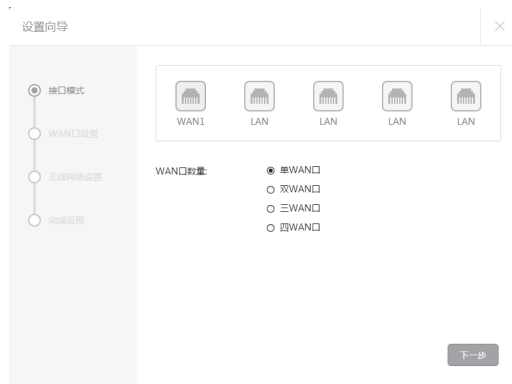

图4-2 接口模式设置
6. 请进行接口模式设置，如图4-2所示。选择WAN口数量，并单击“下一步”，分别对每一个WAN口进行设置。